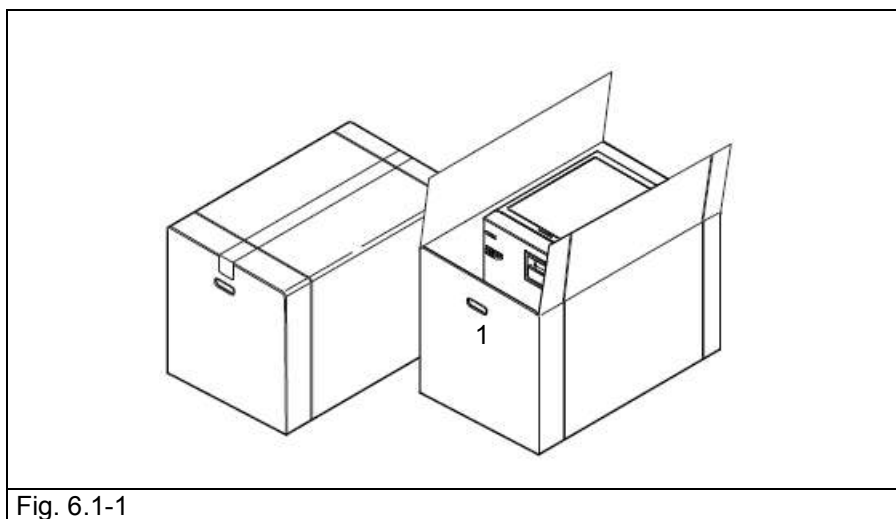

Fig. 6.1-1
L'imballo e l'apparecchio sono delicati, maneggiare con cura. Trasportare senza scosse, urti. **LE MANIGLIE DELL'IMBALLO (1 di Fig. 6.1-1) SERVONO SOLO PER IL SOLLEVAMENTO VERTICALE.** Conservare in ambienti asciutti e protetti. L'imballo deve essere conservato per tutto il periodo di garanzia.
- Togliere le graffe che chiudono la parte superiore dell'imballo di cartone (Fig. 6.1-1).